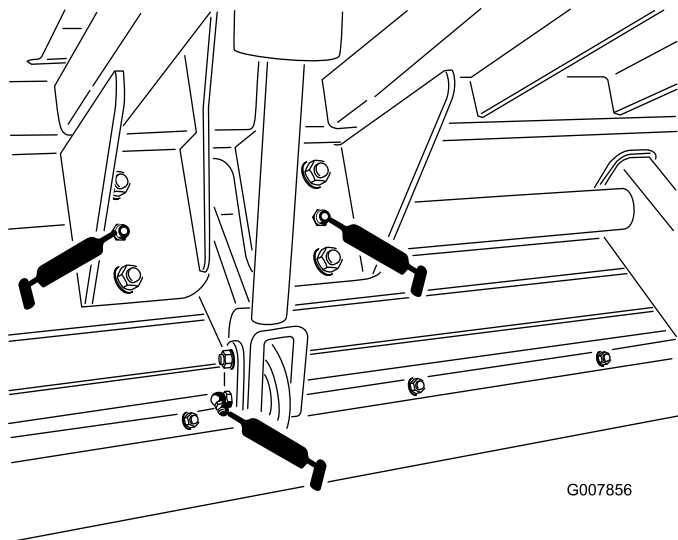
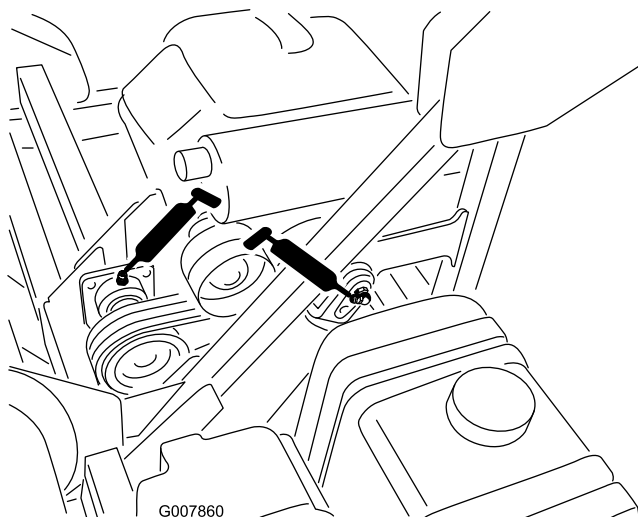

図 39
図 42
- ・ 昇降シリンダ、2ヶ所（図 39 と 図 42）
- ・ 昇降アクスル、2ヶ所（図 39）。
- ・ ジャッキ・シャフト、2ヶ所（図 42）